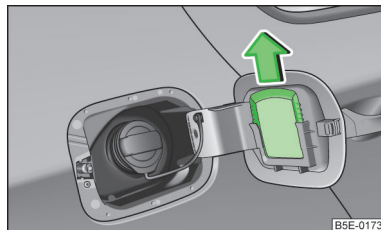

Fig. 177
- Împingeți în afară racleta pentru gheață » fig. 177.